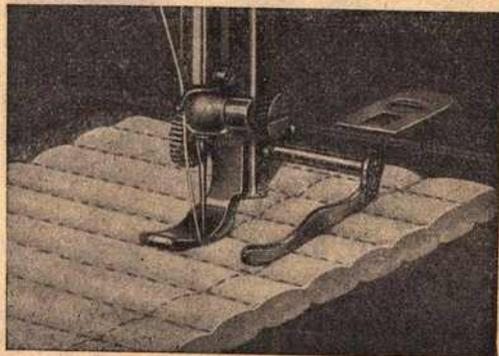

Abb. 16
20. Das Wattierlineal (Abb. 16).
21. Der Kantenfuß (Abb. 16).